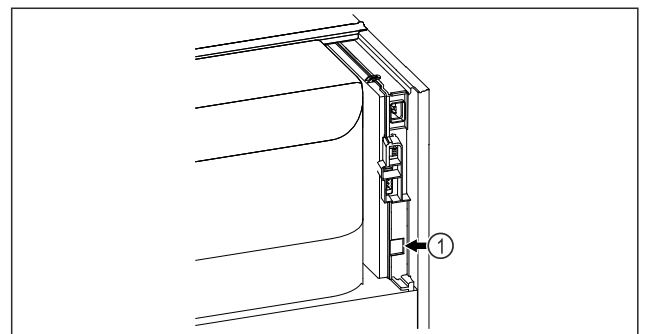

Fig. 144
- Το SmartModule Fig. 144 (1) είναι τοποθετημένο.